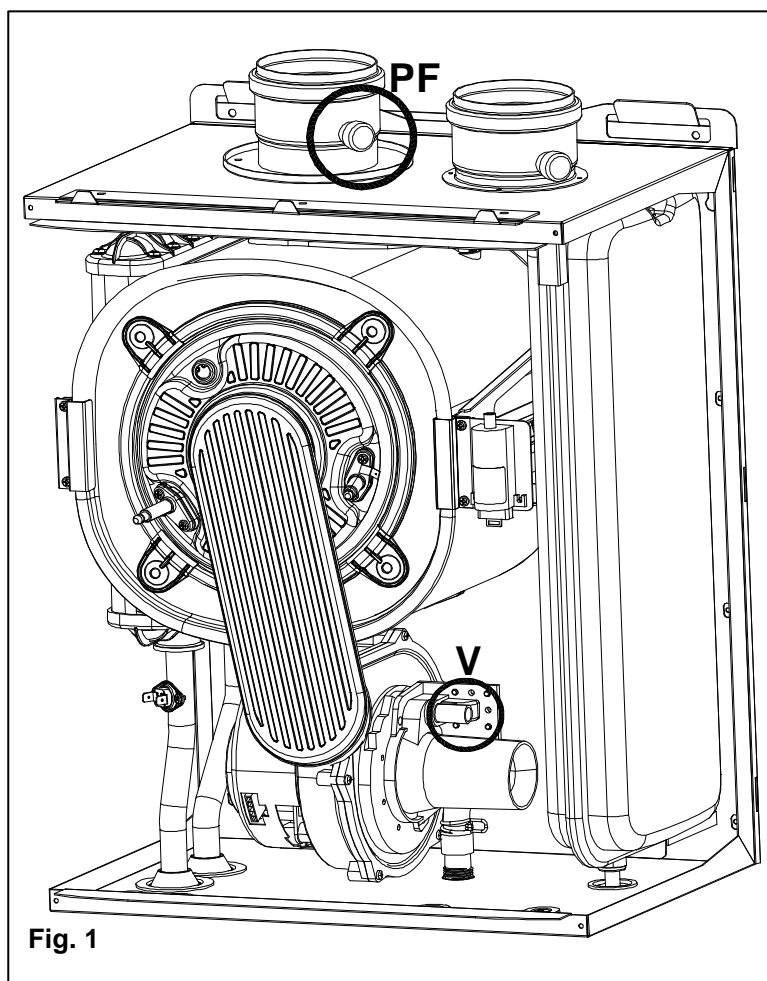

Fig. 1
- controllare che il tappo della valvola jolly sia leggermente allentato per permettere all'aria di fuoriuscire dall'impianto (fig. 1);
- svitare il tappo del circolatore per eliminare eventuali bolle d'aria e richiuderlo alla fuoriuscita di acqua (fig.1);
Per il riempimento, procedere com'è eseguito (fig. 1):
- Il sistema di accensione automatico accenderà il bruciatore di default esegue l'operazione 2 volte. Potrebbe essere necessario ripetere l'operazione per eliminare l'aria nella tubazione. Per ripetere l'operazione di accensione, attendere circa 5 secondi dall'ultimo tentativo di accensione prima di sbloccare nuovamente la caldaia, poi spegnere e accendere l'interruttore **1** (fig. 1 pag. 12) e quindi ripetere l'operazione;
- svitare il tappo ed inserire l'analizzatore nell'apposita presa fumi **PF** (fig. 1) per controllare il valore di CO₂ e assicurarsi che il valore sia conforme a quanto riportato in tabella 1;
- letto il valore di CO₂ nello strumento se questo non fosse corrispondente al valore sopra indicato agire sulla vite **V** (fig.1) del venturi in senso orario per diminuire il valore di CO₂ viceversa per aumentare ;